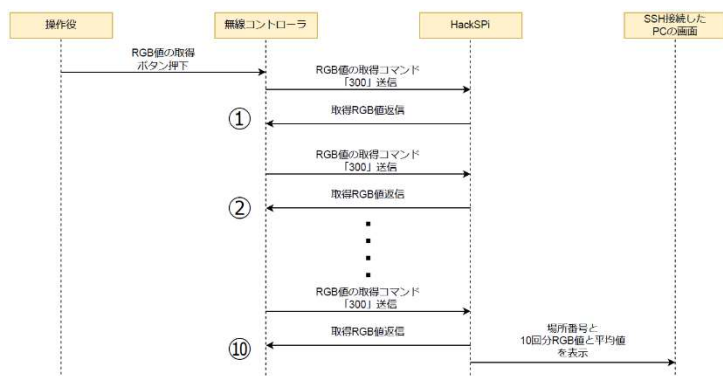

図5 RGB 値の取得ボタン押下時のシーケンス
- ・RGB 値の取得ボタンの押下時に、RGB 値を取得し表示する機能（図5）